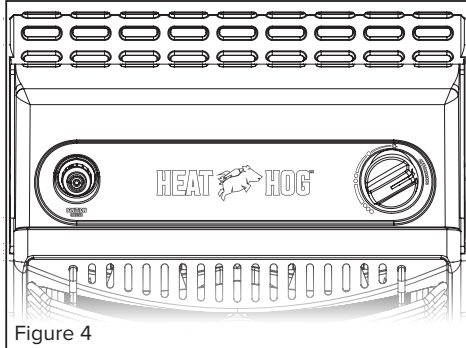

Figure 4
- Tournez le bouton de commande dans le sens antihoraire à la position « PILOT » (veilleuse) et enfoncez le bouton; voir la figure 4.
- Avant de connecter du propane, assurez-vous que le bouton de commande de la chauffeurette est à la position « OFF » (arrêt); voir la figure 4.